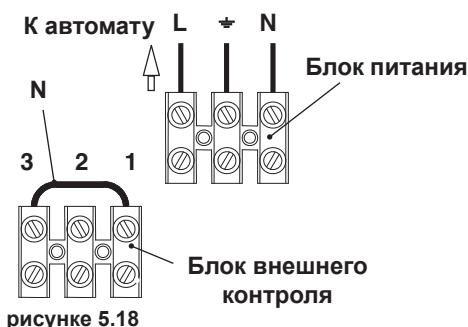

рисунок 5.18
- Подключите кабель питания, идущий от автомата к блоку питания котла (рисунок 5.18) сохраняя правильную фазность: фаза (коричневый провод), ноль (синий провод). Рекомендуется установка внешнего ЗА предохранителя или автомата с аналогичными характеристиками.